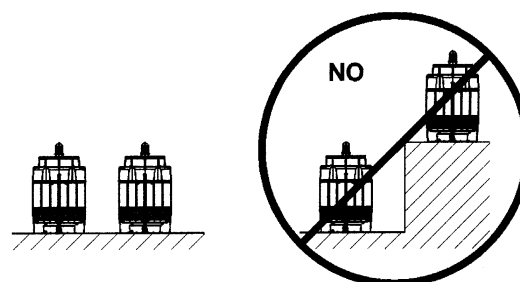

Fig. 18
e) If several condensers are to be installed, all of the condensers must be installed at the same height. Otherwise, the higher-located condenser may draw the saturated air coming from the lower-located condenser. (fig. 18).
e) Dans le cas où l'on installe plusieurs condenseurs, ceux-ci devront être installés à la même hauteur, car, dans le cas contraire, le condenseur le plus haut pourrait aspirer l'air saturé du condenseur situé plus bas (fig. 18).
- e) En el caso de que vayan a instalarse varios condensadores, éstos deberán instalarse a la misma altura, ya que de lo contrario, el condensador a mayor altura podría aspirar el aire saturado situado más abajo (fig. 18).